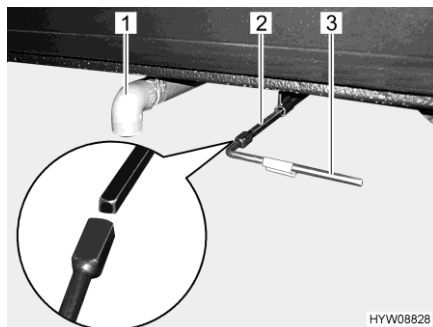

Fig. 105 Levier de commande et tuyau de purge (réservoir d'eaux usées)
- Placer le tuyau de purge (Fig. 105,1) directement au-dessus de la station d'évacuation ou emboîter le tuyau d'évacuation des eaux usées (équipement en option) sur celui de purge (Fig. 105,1).
- Ouvrir le robinet de vidange. Insérer pour ce faire la clé mâle quatre pans fournie (Fig. 105,3) sur la vis à quatre-pans du robinet de vidange (Fig. 105,2).
- Tourner la clé mâle quatre pans (Fig. 105,3) d'un quart de tour dans le sens inverse des aiguilles d'une montre. Les eaux usées sont évacuées.
- Une fois que les eaux usées se sont entièrement écoulées : Refermer le robinet de vidange. Tourner la clé mâle quatre pans (Fig. 105,3) d'un quart de tour dans le sens des aiguilles d'une montre.
- Retirer la clé mâle quatre pans (Fig. 105,3) et la ranger.